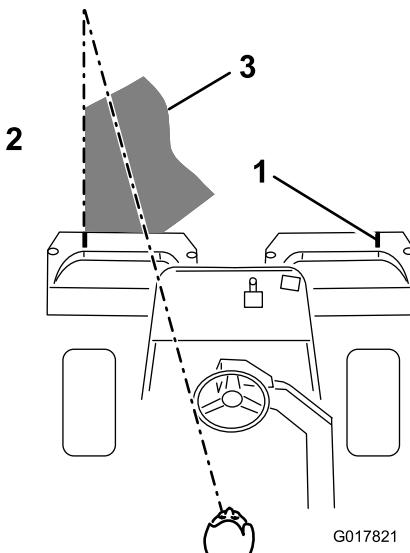

Bild 40
- Wenn Sie zurückfahren, sollte der neue Mähgang den ersten ein klein wenig überlappen. Damit Sie in einer möglichst geraden Linie über die Grünfläche fahren und einen gleichmäßigen Abstand zum zuvor gemähten Rasenstück einhalten, sollten Sie sich eine imaginäre Sichtlinie ungefähr 1,8 m bis 3 m vor der Maschine bis zum Rand des noch ungemähten Teils der Grünfläche vorstellen (Bild 40). Manche Leute finden es auch hilfreich, die äußere Kante des Lenkrads in die Sichtlinie mit einzubeziehen, d.h. sie halten das Lenkrad in einer Linie mit einem Punkt, der immer im gleichen Abstand von der Vorderseite der Maschine bleibt (Bild 40).